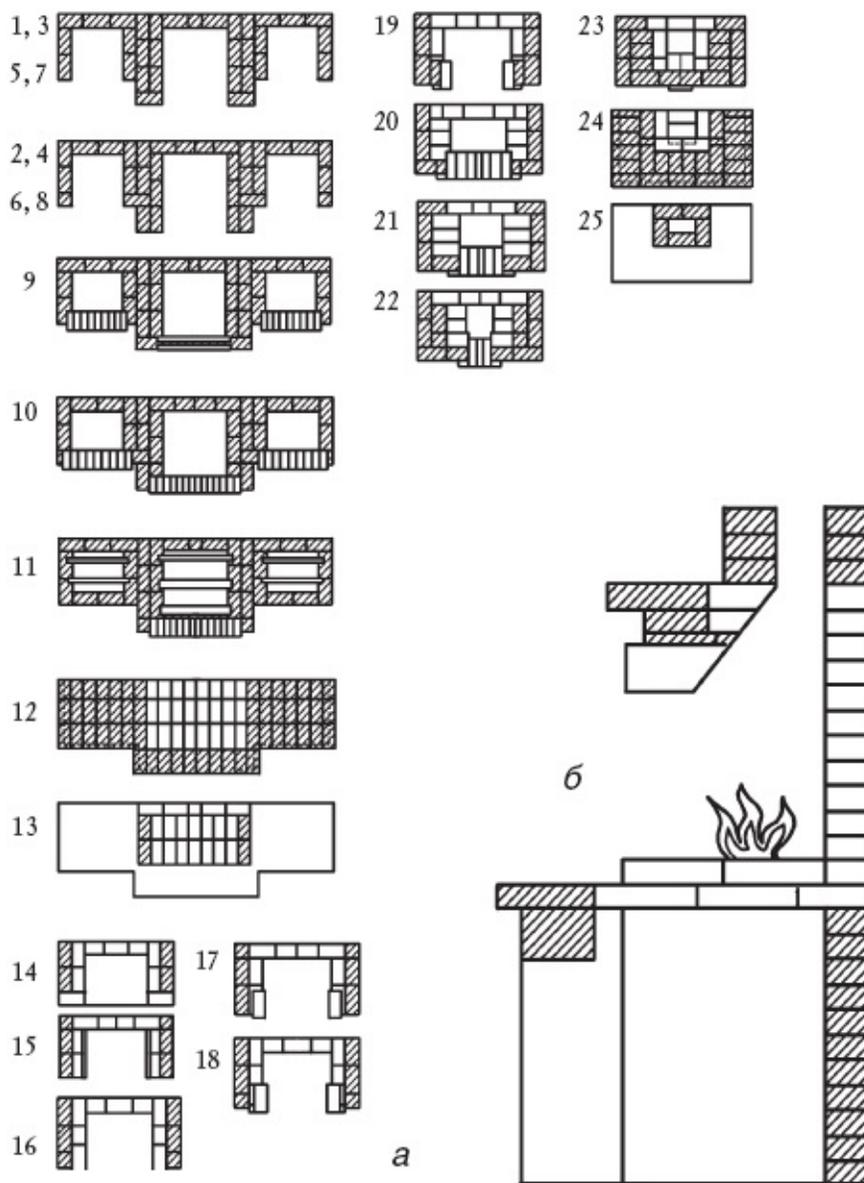

Рис. 39. Конструкция камина: а — порядовка; б — разрез
2. После того как фундамент отвердеет, гидроизолируйте его рубероидом и выполните кладку печи согласно порядовке (рис. 39).